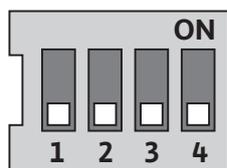

Fig. 33: Interrupteur DIP
L'interrupteur DIP (fig. 14, pos. 6/fig. 33) se trouve sous le capot de l'appareil.